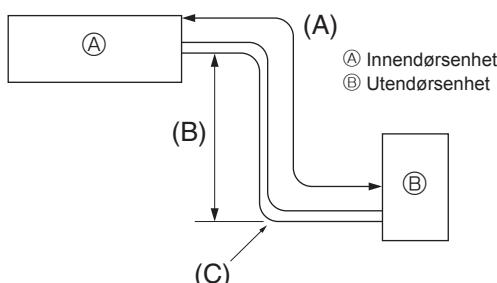

Fig. 4-1
4.1. Kjølemiddelrør (Fig. 4-1)